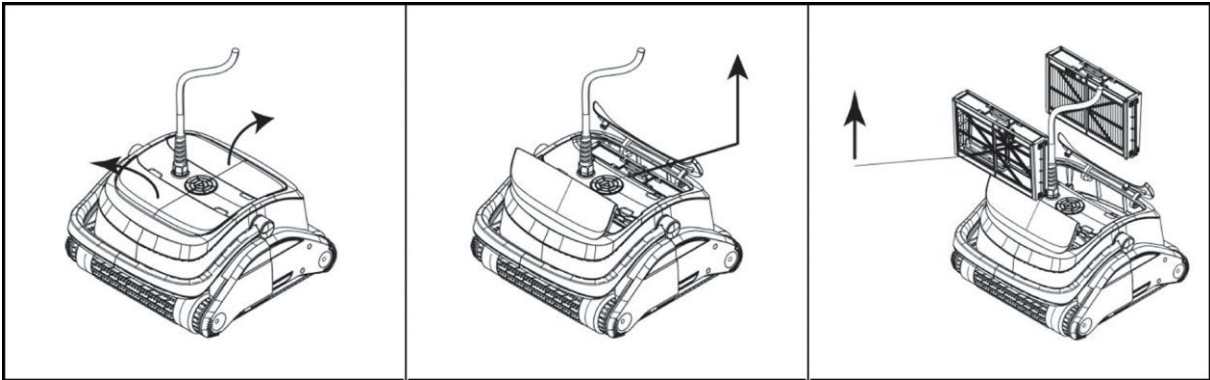

Fig. 5
- Abra ambas tapas y extraiga las dos cestas de filtro (Fig. 5).